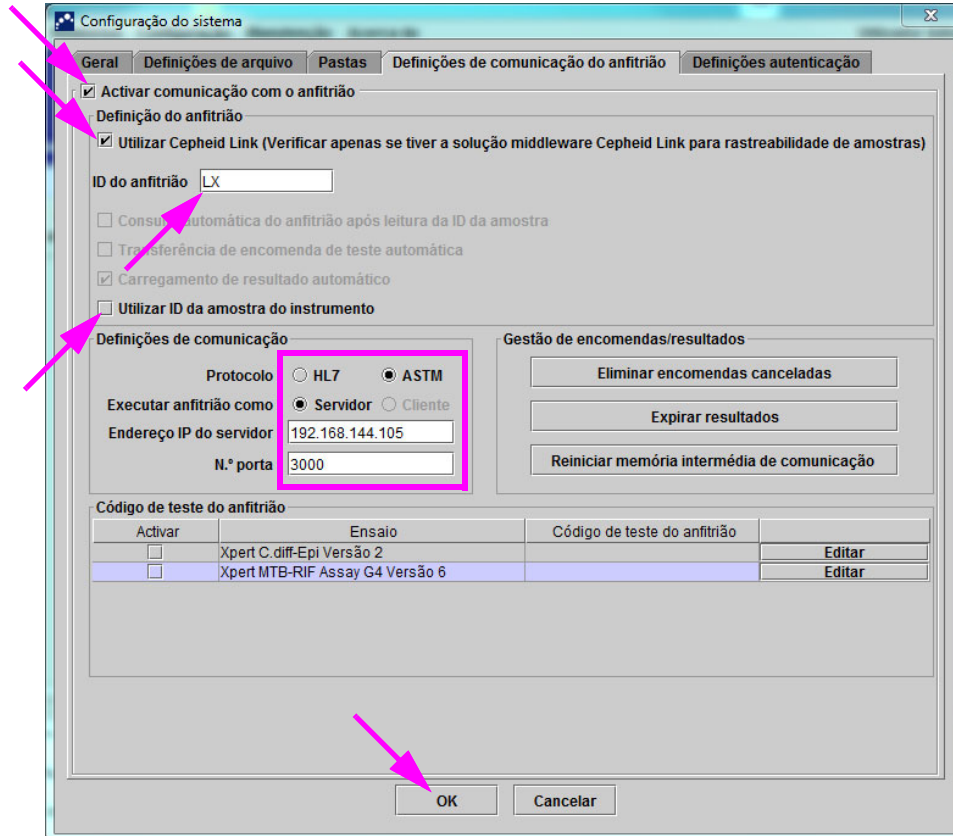

Figura 2-82. Espaço de trabalho de definições de comunicações com o anfitrião configurado para o Cepheid Link
2. Seleccione o botão **DEFINIÇÕES DE COMUNICAÇÕES COM O ANFITRIÃO** (consultar figura 2-82) para visualizar o espaço de trabalho de definições de comunicações com o anfitrião. Consulte figura 2-82.
3. Para activar a comunicação do anfitrião, assinale a caixa de verificação **Activar comunicação do anfitrião** no canto superior esquerdo do espaço de trabalho (consultar figura 2-82). Tal permite a selecção de outras opções no ecrã Definições de comunicações com o anfitrião.
4. Assinale a caixa de verificação **Utilizar o Cepheid Link** para configurar a comunicação do anfitrião para o Cepheid Link. Depois de seleccionar a caixa de verificação **Utilizar o Cepheid Link**, a maioria da configuração realizar-se-á automaticamente. Consulte figura 2-82.
8. Depois de configurar as comunicações com o anfitrião para o servidor Cepheid Link, selecione o botão **OK**. Consulte figura 2-82.